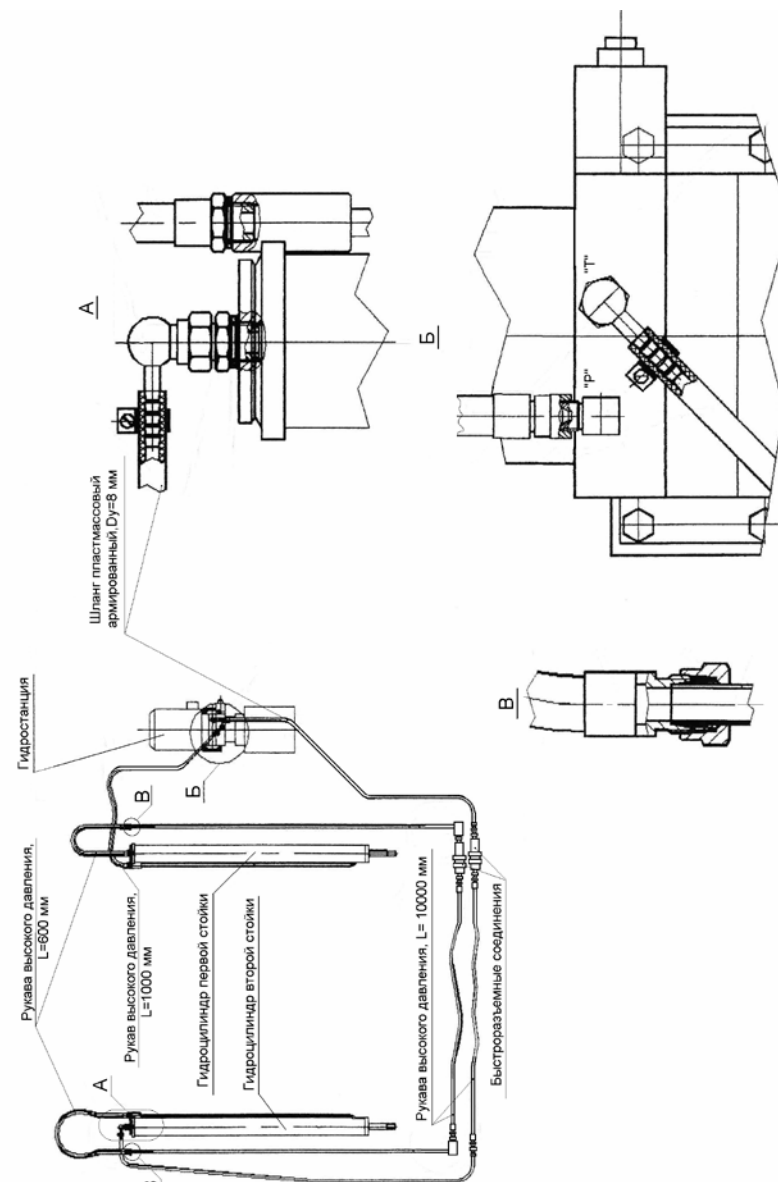

Рис. 10. Монтаж гидравлический подъемника ПЛГ-3 220В, ПЛГ-3 -01 220В
6.1.9. Выполнить гидравлический монтаж в соответствии с чертежом на Рис. 10.
6.2.9. Выполнить гидравлический монтаж в соответствии с чертежом на Рис. 10.